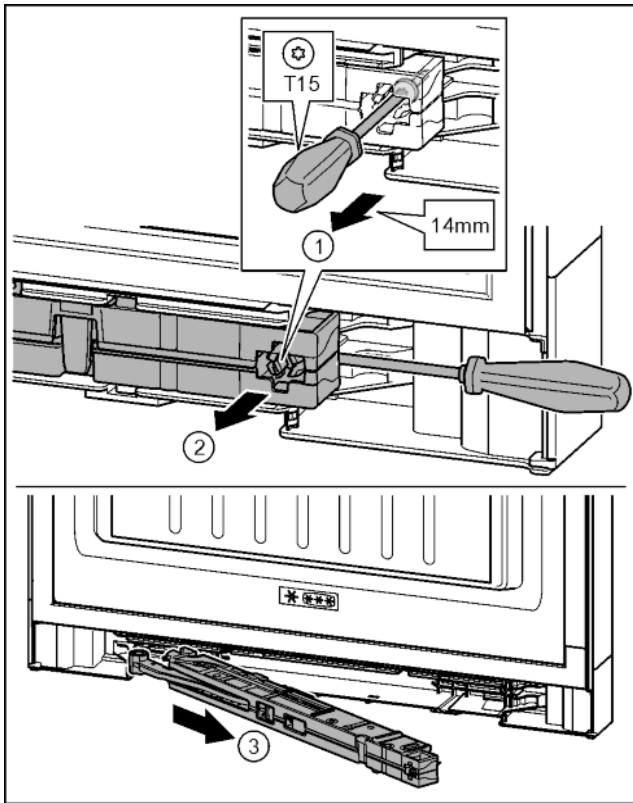

Fig. 20
- ▶ Schroef op de sluitdempeleenheid met schroevendraaier T15 ca. 14 mm losdraaien. *Fig. 20 (1)*
- ▶ De schroevendraaier aan de kant van de greep achter de sluitdempeleenheid aanbrengen. Eenheid naar voren draaien. *Fig. 20 (2)*
- ▶ Eenheid eruit trekken. *Fig. 20 (3)*